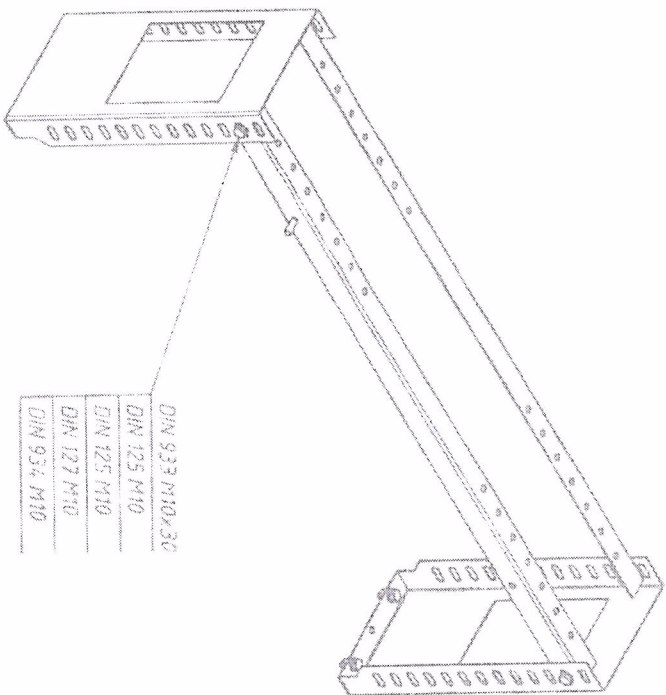

Рисунок 1. Опорная рама.
1.2. В соответствии с заводской инструкцией по монтажу, руководством по эксплуатации, собрать опорную конструкцию из типового комплекта адаптации (схема 1, рис. 1).
1.2.3. На фрезной стенке янчейки установить модуль управления, механизм блокировки и отключения, индикатор положения главных контактов выключателя (схема 2, рис. 1).